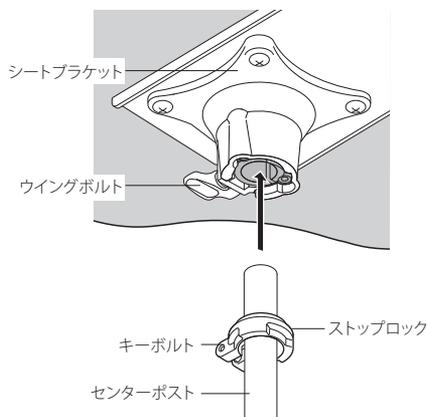

図4
3. シートをセンターポスト / ショックアブソーバーポストに取り付けます (図 .4)。